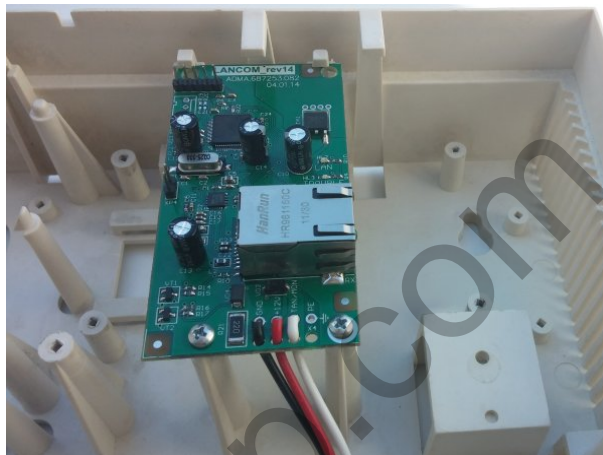

Рисунок 33. Коммуникатор «LanCom» rev.14 в корпусе прибора
2. Установить коммуникатор в корпус (рисунок 33) и подключить его (рисунок 43);